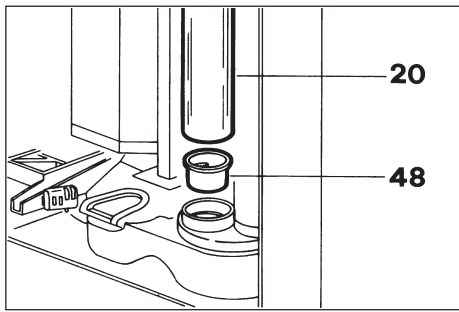

Abb. 27
Achtung: Die Becherspender sind für Becher mit einem Durchmesser von 70 mm geeignet. Setzt man den Einsatzring (48) ein, können auch Becher mit einem Durchmesser von 58 mm verwendet werden (Abb. 27).